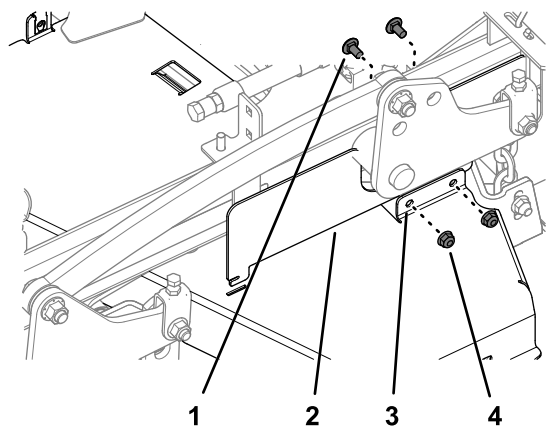

図 36
3. 左側 CE カバーを左側ベルトカバーに固定しているキャリッジボルト2本とロックナット2個を外す 図 36。